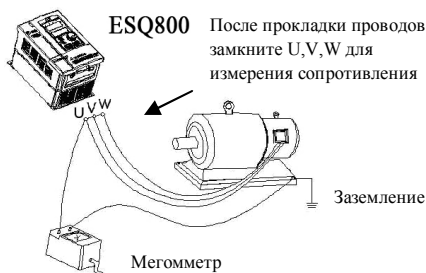

Рис.1-1 Измерение сопротивления двигателя
- (1) При работе двигателя с инвертором ESQ800, температура, шум и вибрация слегка повышены в сравнении с подключением напрямую к источнику питания, и это является нормальным явлением.
- (2) При необходимости длительной работы с постоянным вращающим моментом на низкой скорости, используйте двигатель для работы с преобразователем частоты. При работе на низкой скорости используйте асинхронный двигатель с независимой вентиляцией, контролируйте температуру двигателя или обеспечьте принудительный отвод тепла с тем, чтобы не допустить возгорания двигателя.
(3) Механическим устройствам требуется смазка, поскольку редуктор, зубчатое колесо и т.д. после работы на низкой скорости в течение длительного времени могут выйти из строя в связи с недостаточностью смазки, пожалуйста, предпринимайте превентивные меры.
(4) Когда двигатель работает с указанной выше частотой, помимо учета вибрации, увеличения шума двигателя, следует также удостовериться в допустимости диапазона скорости подшипника двигателя и механического устройства.
(5) При работе с высокими инертными нагрузками, и при выполнении подъемных операций инвертор может часто выключаться из-за чрезмерного тока или сбоем напряжения; для гарантирования нормальной работы необходимо предусмотреть использование надлежащего тормозного блока (тормозных резисторов)
(6) Следует включать/выключать инвертор через программируемые клеммы или по другим обычным каналам. Запрещается часто вкл/выкл инвертор с помощью электрического переключателя, магнитного контактора, в противном случае возможно повреждение оборудования.
(7) При необходимости установки переключателя, магнитного контактора и т.д. между выводом инвертора и двигателем, запрещается вкл/выкл этими устройствами двигатель, в противном случае возможно повреждение инвертора.
(8) В пределах некоего диапазона выходных частот инвертор может попадать в механический резонанс с нагрузкой, имеется возможность установки частоты перескока резонансной частоты.
(9) Перед использованием убеждайтесь в том, что напряжение питания находится в диапазоне рабочего напряжения, в противном случае необходимо изменять напряжение источника питания или заказывать специальный инвертор.
(10) На высотах свыше 1000 метров используйте инвертор с пониженной нагрузкой, снизьте выходной ток на 10 % от предписанного значения после каждого очередного увеличения высоты на 100 метров.
(11) Перед использованием двигателя в первый раз или после длительного хранения проверяйте его сопротивление изоляции. Пожалуйста, проверяйте изоляцию с помощью мегомметра, рассчитанного на напряжение 500В в соответствии с методом, представленным на рис. 1-1, и сопротивление изоляции должно быть менее 5 МОм, в противном случае возможно повреждение инвертора.
(12) Запрещается подсоединение емкости для улучшения коэффициента мощности или молниезащитного устройства, в противном случае может произойти аварийное выключение инвертора или повреждение частей, как показано на рисунке 1-2.